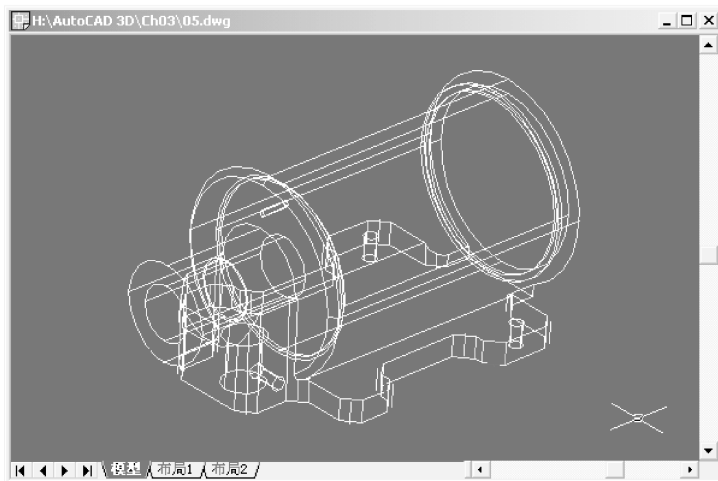

图 3-10 线框图示例
(1) 选中快捷菜单中的“着色模式”→“线框图”菜单项，可以使用线框模式表示三维对象。即使对于曲面对象和实体对象，也都不显示其面的信息，而是使用直线和曲线表示对象的边界。图 3-10 显示了以线框模式显示的机械模型。